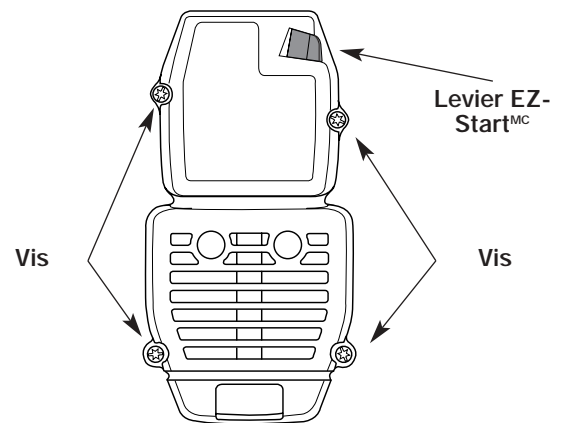

Figure 36
1. Retirez les quatre (4) vis retenant le couvercle du filtre à air/silencieux (Fig. 36). Servez-vous d'un tournevis à lame plate ou à mèche no. 20 Torx.
2. Insérez les quatre (4) vis dans les trous du filtre à air/couvercle du silencieux (Fig. 36) et **vissez sans trop serrer**.